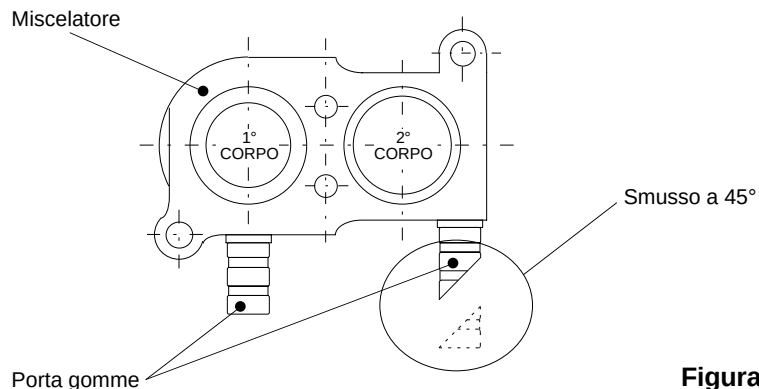

Figura 1
- 1) Praticare uno smusso di 45° sul porta gomme del secondo corpo (figura 1).